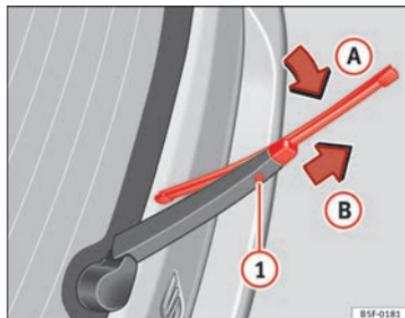

Abb. 160 Scheibenwischerblatt der Heckscheibe austauschen.
- Wischerblatt leicht drehen ⇒ Abb. 160 (Pfeil ①).